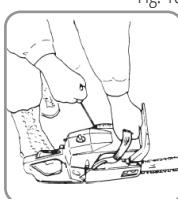

Fig. 10
- 4. Manteniendo la unidad de la motosierra bien fijada al suelo, tire energicamente de la cuerda del arrancador (Fig. 10).